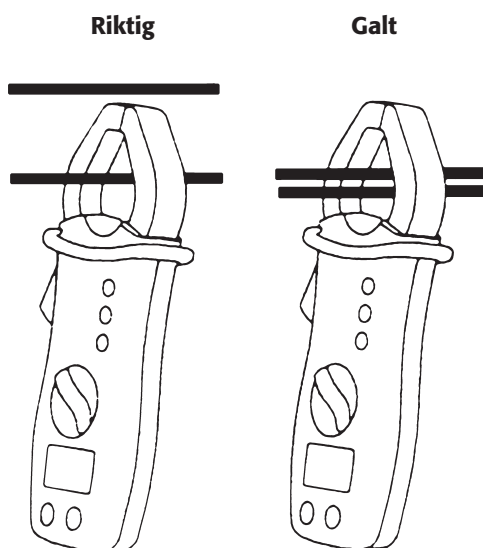

Fig. 2
3. Åpne målertangen og klem rundt en av lederne. Hold lederen i tangens sentrum, se fig. 2 (**Obs!** Det må ikke være noe gap mellom tangspissene ved måling.)
2. Åpne målertangen og klem rundt en av lederne. Hold lederen i tangens sentrum, se fig. 2 (**Obs!** det må ikke være noe gap mellom tangspissene ved måling.)